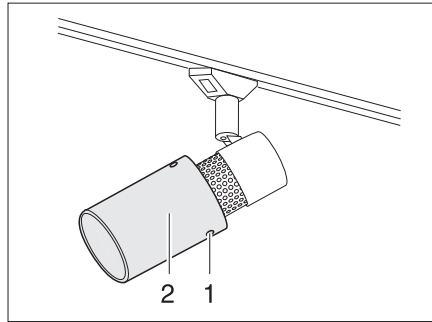

Fig. 166 Spot halogène (coulissant)
- Dévisser les vis de fixation (Fig. 166,1).
- Retirer prudemment la protection en forme de calice de la lampe (Fig. 166,2) du support.